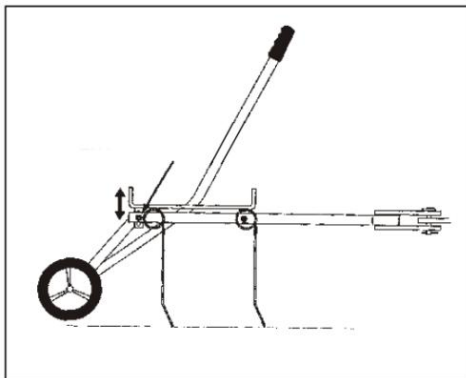

Rysunek 9
11. Zamontuj duży kątownik na osi za pomocą dwóch bolców (M8x26), podkładek zabezpieczających (M8) i nakrętek (M8). Nie dokręcaj do końca. Włóż dźwignię podnoszenia do płyty mocującej. Zamocuj ją do kątownika za pomocą bolca (M8x20) i nakrętki (M8), patrz rysunek 9. Dokręć do oporu.
- Wyreguluj kątownik tak, aby odciągał dźwignię podnoszenia na bok, kiedy jest w pozycji „do góry”, patrz rysunek 9. Dokręć do oporu. Zamontuj następnie uchwyt dźwigni podnoszenia.